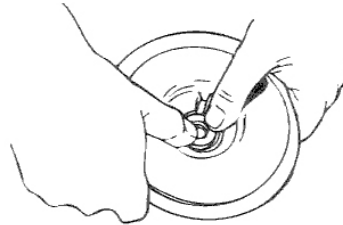

Figura 17B- Apriete en el sello
3. Ponga arandela limpia de cartón en la cara de sello. La cara lustrada de asiento cerámico debe estar arriba. Con la presión de pulgar, prensa sello cerámico medio firmemente y directamente en sella cavidad en el fregadero de calor de cobre (Vea Figura 17B). Si sello no sentará correctamente, quita, colocando cara de sello arriba en banco. Cavidad de Reclean. Selle ahora debe sentar correctamente.